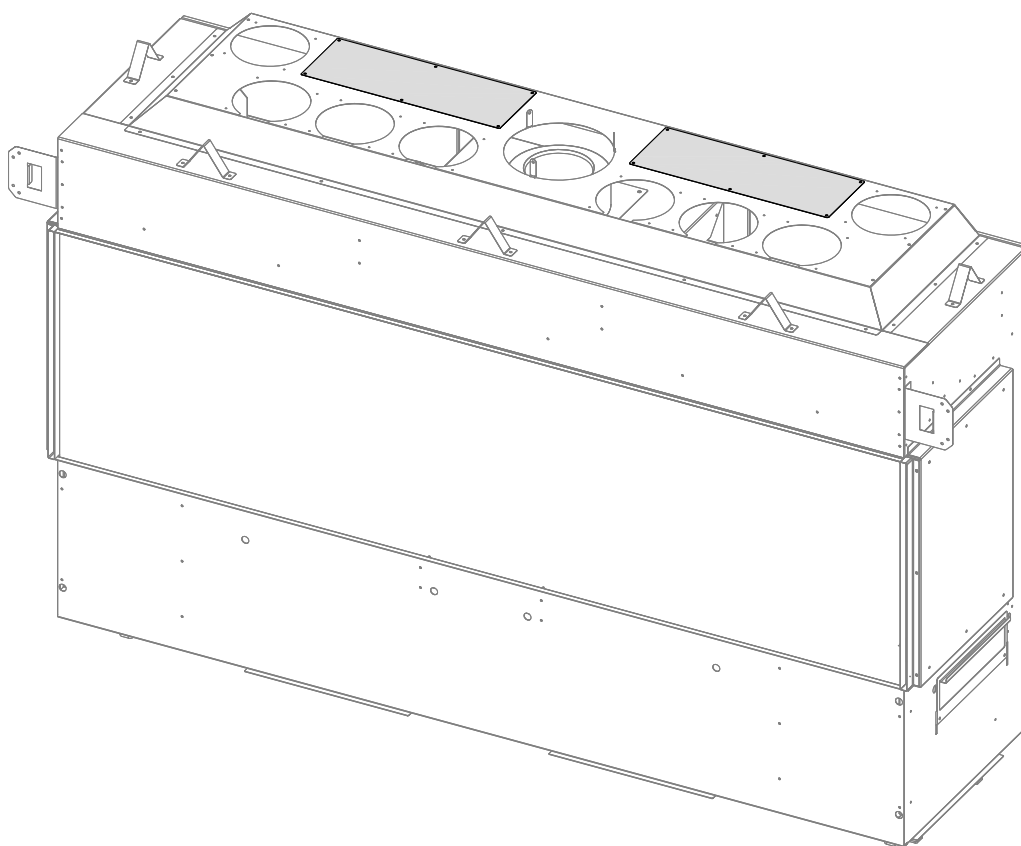

Figure 4.20 - Emplacement des couvercles requis pour la cavité ventilée
1. À la livraison, ce foyer est prêt à installer comme foyer à une face vitrée avec n'importe quelle option de cavité ventilée. Laissez les couvercles rectangulaires installés sur le dessus du foyer, tel que montré à la Figure 4.20.